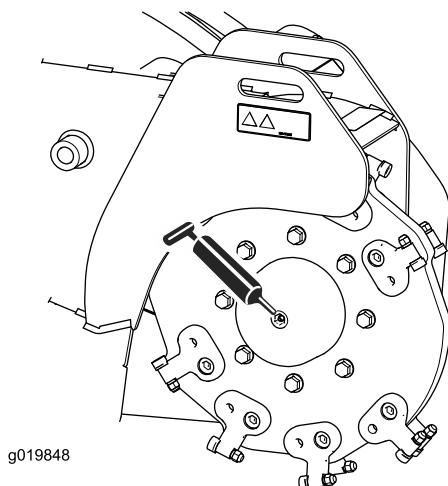
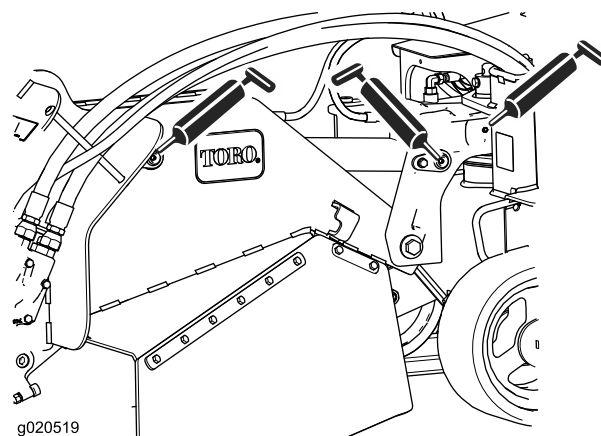

Figura 26
Figura 28
3. Collegate un ingrassatore a pressione a ciascun raccordo (da Figura 26 a Figura 28).